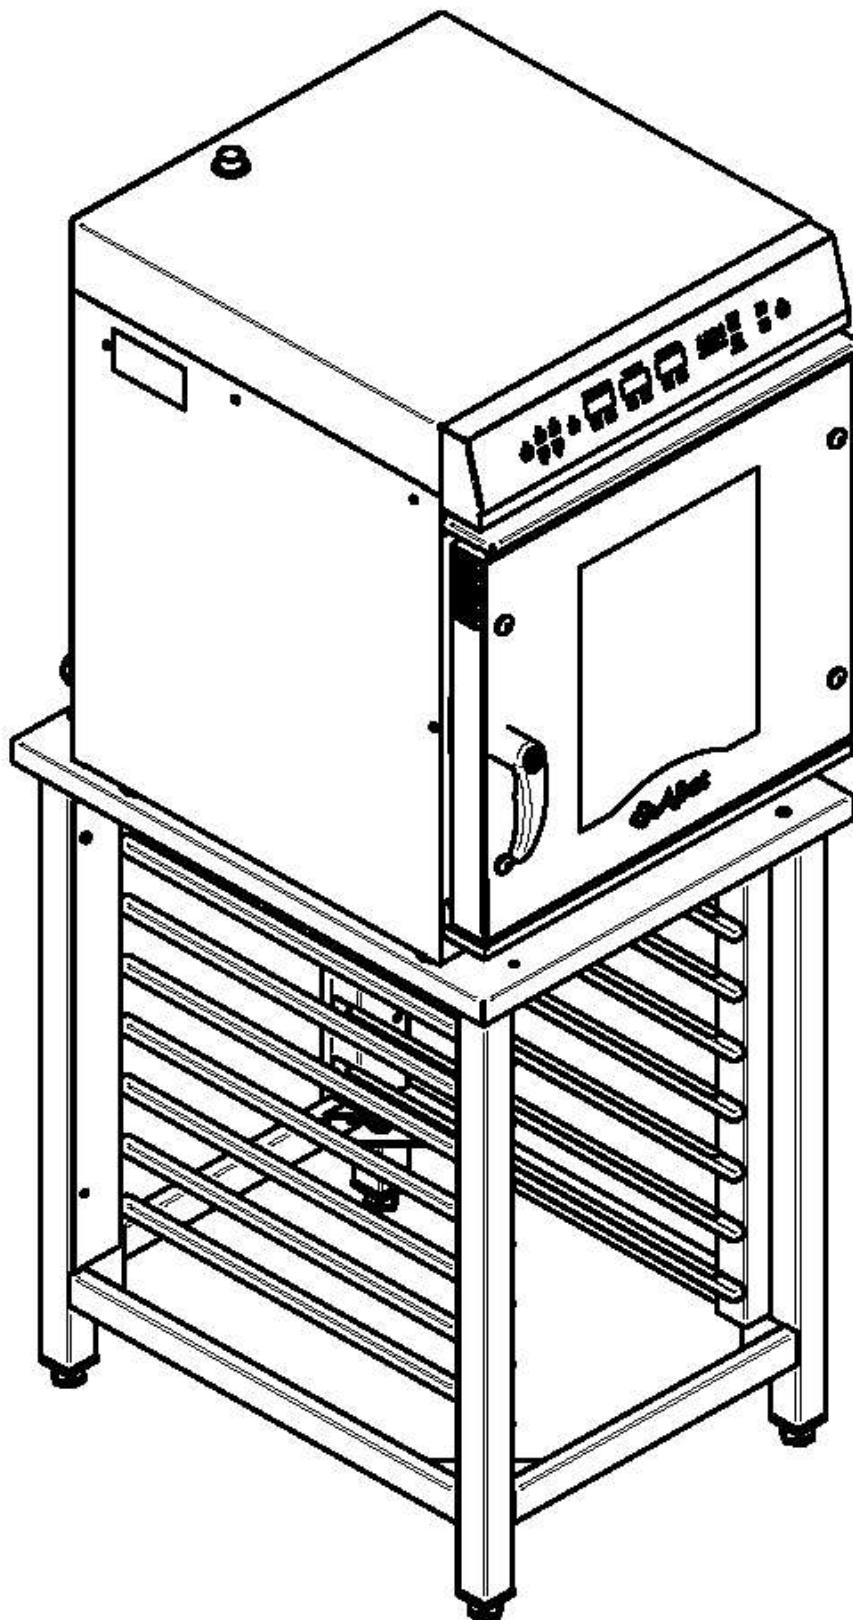

Рис.5. Пароконвектомат, установленный на подставку ПК-8-02.
- установите пароконвектомат на стол или подставку (см. рис.5) ПК-8-02 для ПКА6-1/2П (завод изготовитель АО «Чувашторгтехника» г. Чебоксары, код для заказа 11000009828), ПК-6-13 для ПКА6-1/3П (завод изготовитель АО «Чувашторгтехника» г. Чебоксары, код для заказа 11000008419), ПК-6-23 для ПКА6-2/3П и ПКА10-2/3П (завод изготовитель АО «Чувашторгтехника» г. Чебоксары, код для заказа 11000160517);